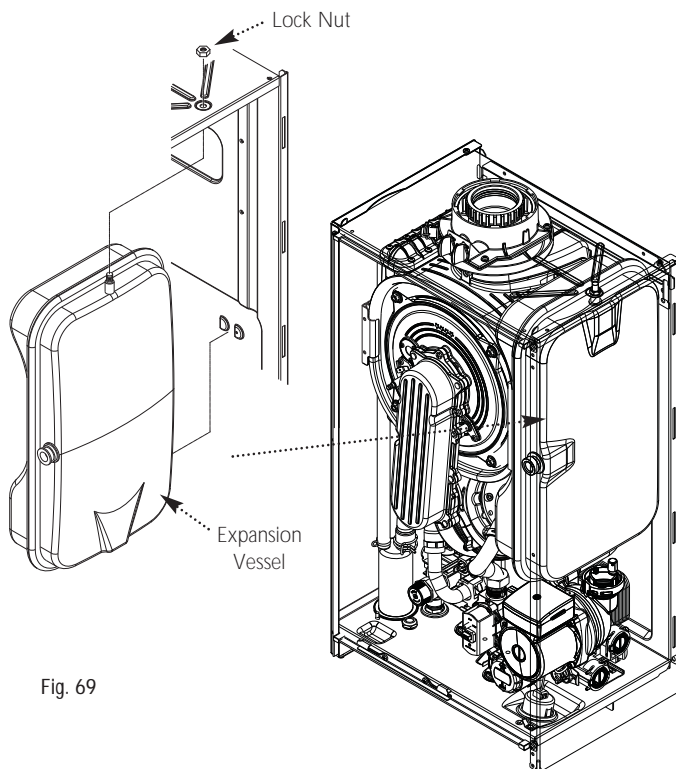

Fig. 69
13.22 Expansion Vessel (Fig. 69)